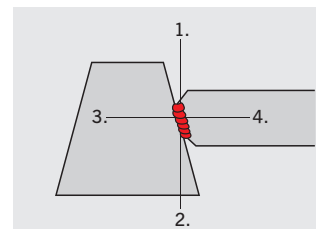

Fig. 9
**Observación:** Deberá compensarse con un contrapunto de soldadura en el lado opuesto. Cada barra se suelda primero a un único pilar y posteriormente con los extremos restantes. (Fig. 9)